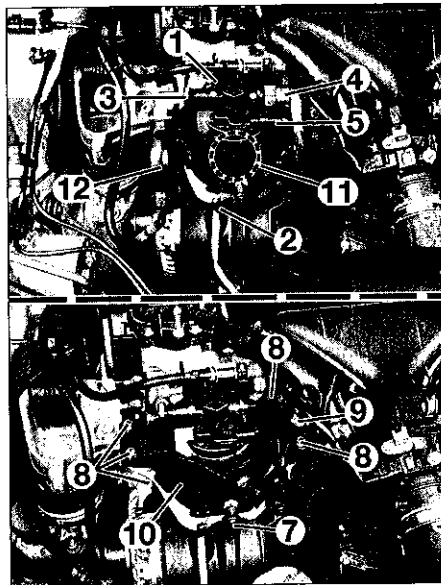

FIG.32
- Ouvrir les vis de mise à l'air libre (1) et de vidange (2) (Fig.32).
- les raccords de carburant (3) et (4).
- le connecteur du réchauffeur (5).
- Déposer les vis (8) (Fig.32).
- Desserrer la vis (9).
- le protecteur (10).
- Vidanger le reste de carburant à l'aide de la vis de vidange (2).
- Resserer la vis de vidange (2).
- les raccords de carburant (3) et (4) (Fig.32).
- Ouvrir la vis de purge (1).
- Actionner la poire (12) afin de purger le système.
- Refermer la vis de purge (1).